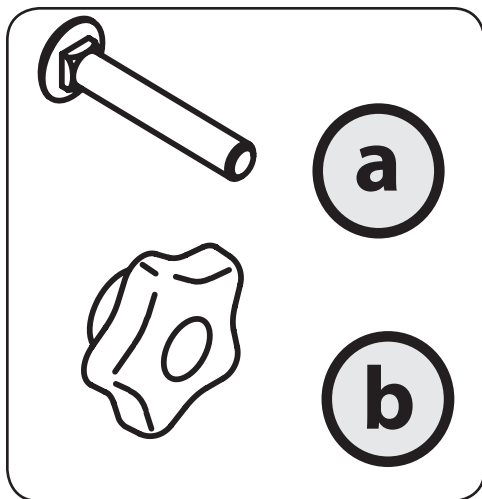

Figura 3-1
1. Extraiga los tornillos del carro (a) y las perillas en estrella (b) de la caja de cartón. Consulte la Figura 3-1.